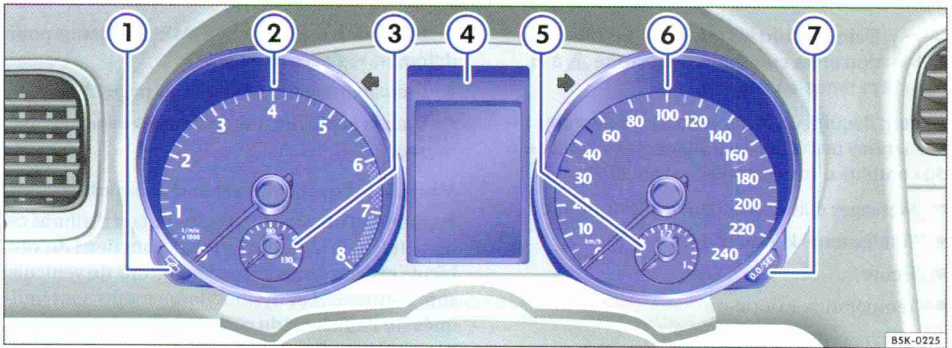

Fig. 8 Combiné d'instruments dans le tableau de bord.
Explications relatives aux cadrams ⇒ fig. 8 :
Explications relatives aux cadrans ⇒ fig. 8 :
Suivant l'équipement du véhicule, différentes informations peuvent être indiquées sur l'afficheur du combiné d'instruments ⇒ page 19, fig. 8 ④ :
L'entretien devant être effectué apparaît sur l'afficheur du combiné d'instruments ⇒ page 19, fig. 8 ④.